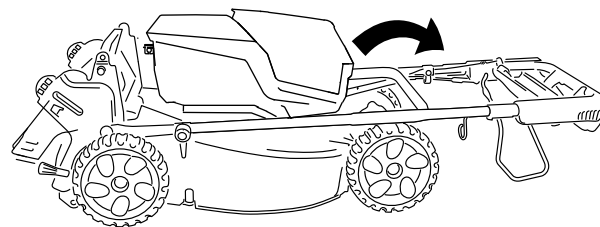

Figura 22
5. Gire la sección superior del manillar hacia atrás sobre el motor; consulte Figura 22.